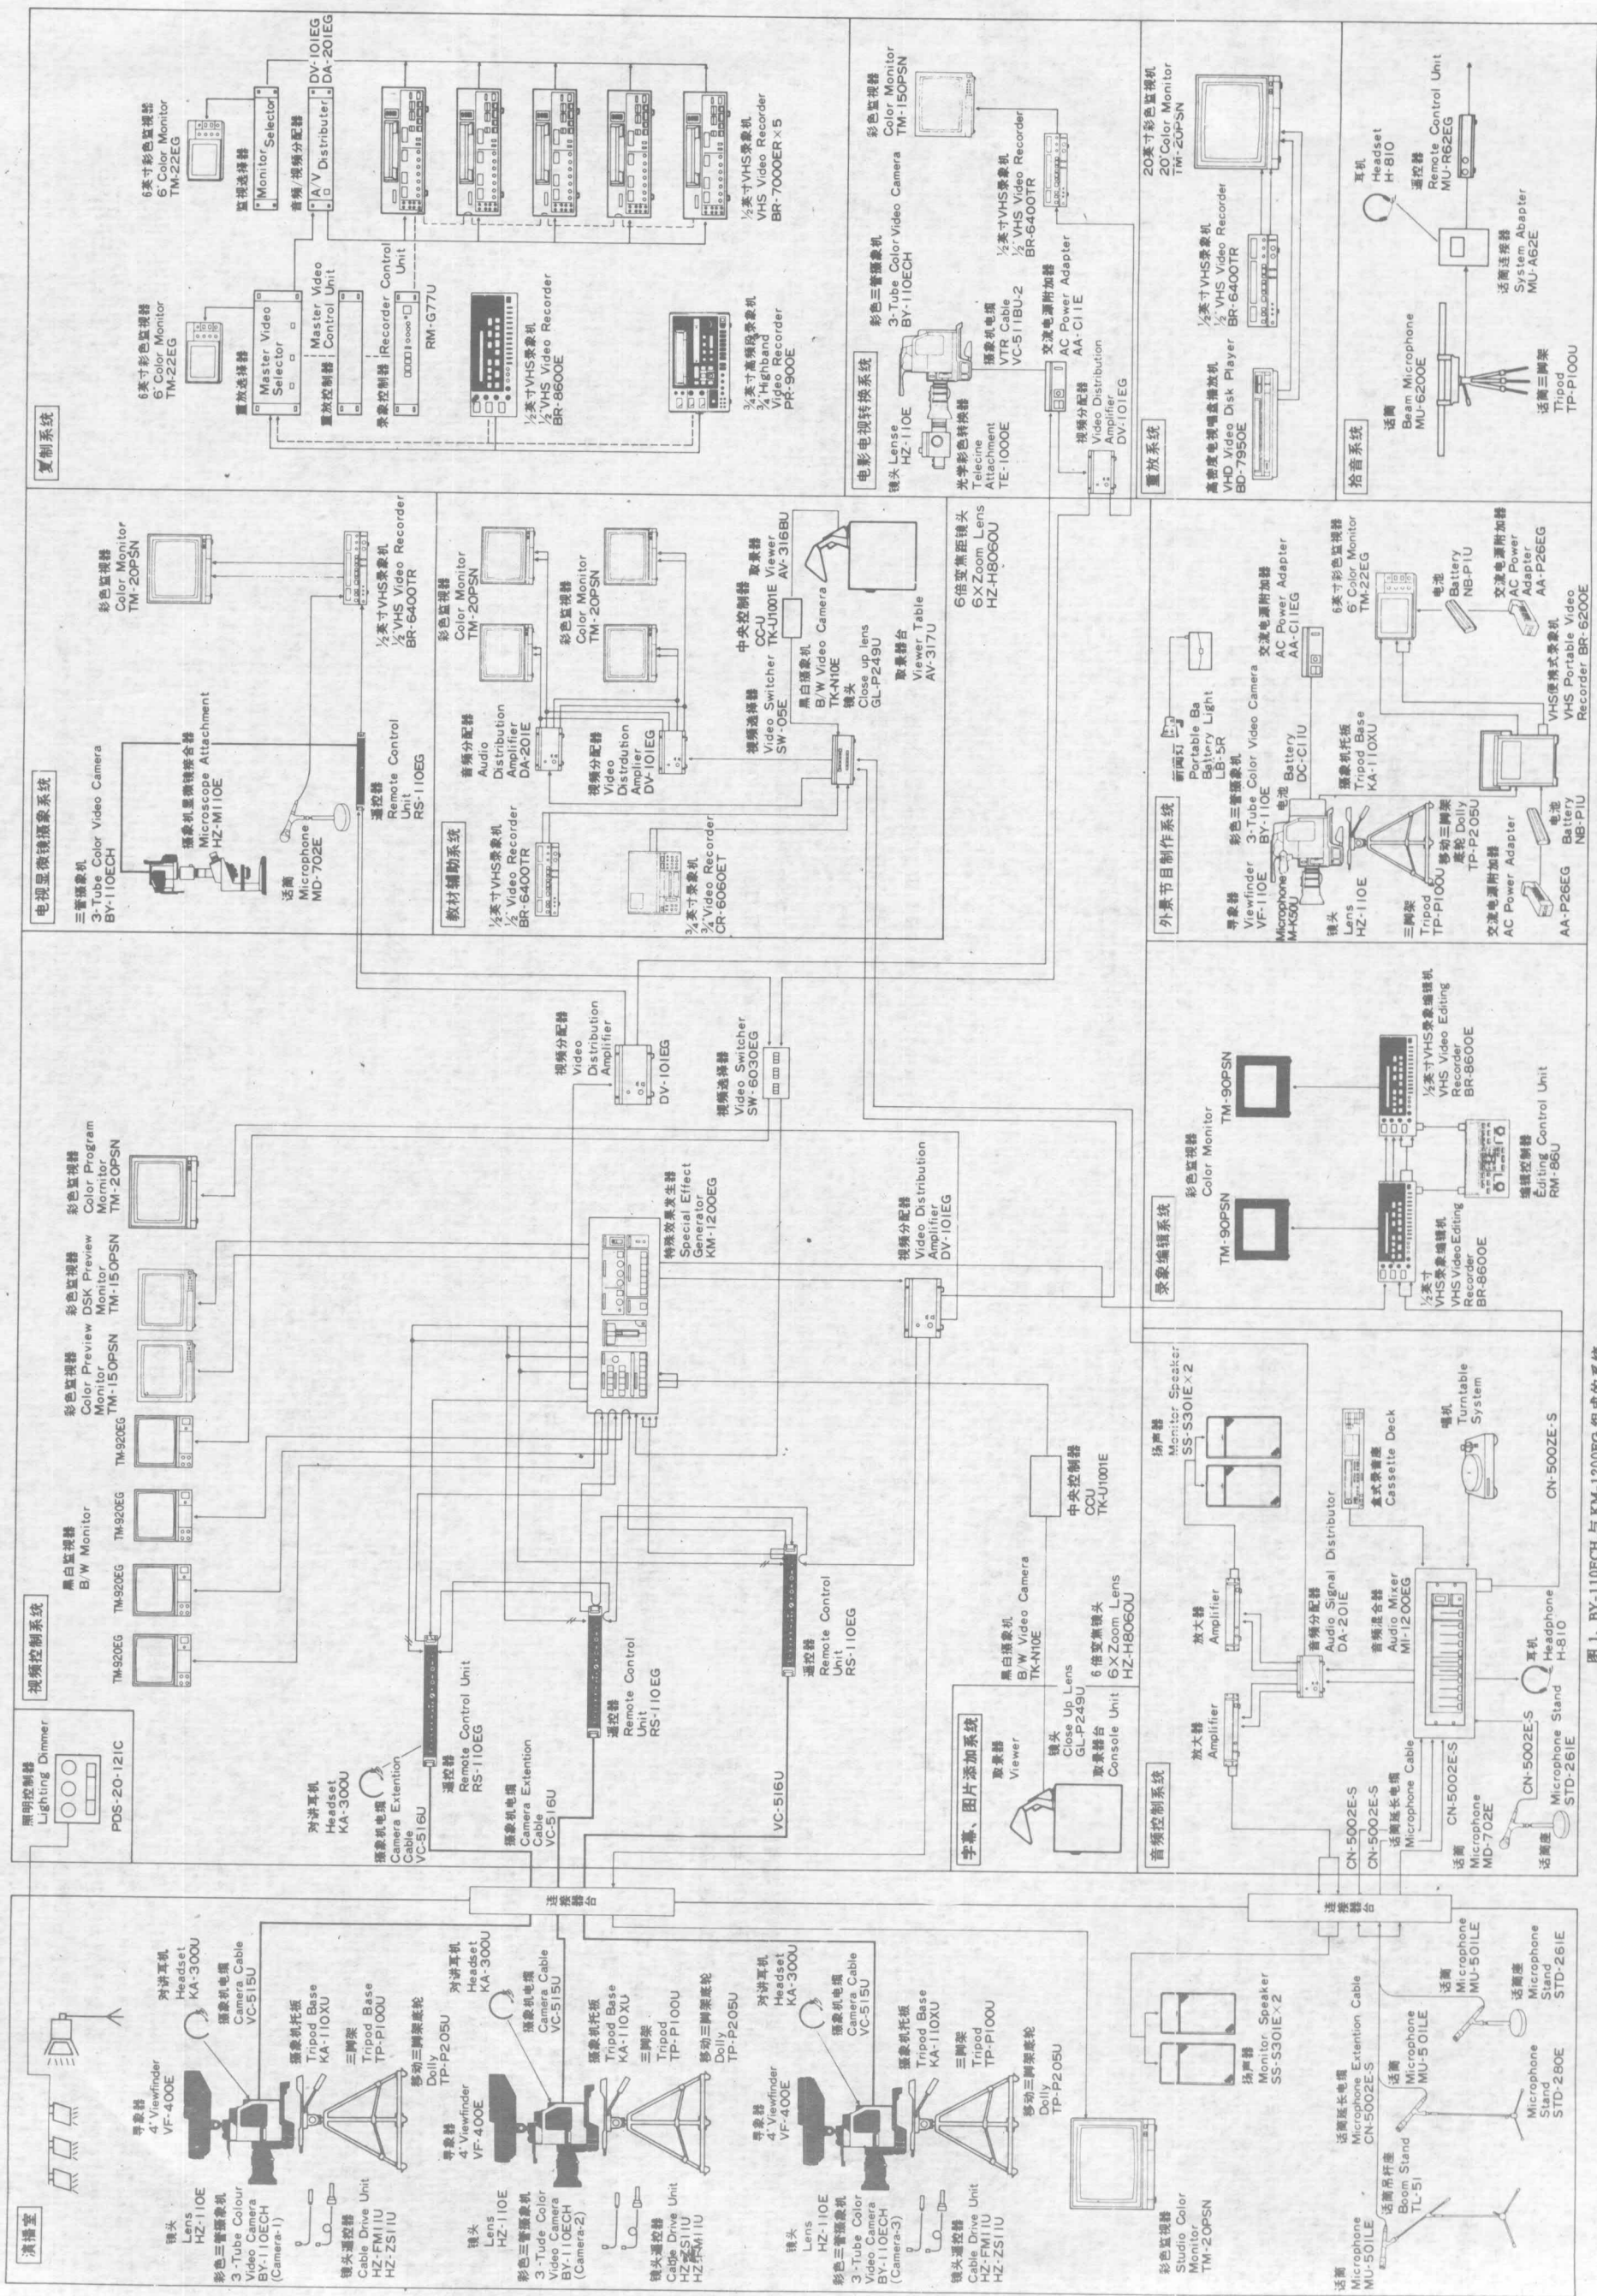

图 1. BY-110ECH 与 KM-1200EG 组成的系统
1. 由 JVC(胜利)公司 BY-110ECH 型彩色摄像机和 KM-1200EG 型特殊效果发生器等设备组成的演播室制作系统如第 8 页图 1 所示。
众所周知,用一只铁钉在强磁铁上摩擦,铁钉就会被磁化。若磁铁的磁性较弱,铁钉磁化不了,只要外加一个偏移磁场,铁钉也会被磁化,这就是“理想的非磁滞磁化过程”。接触印象法就是采用这种原理,把录有信号的母带和要复制的空白磁带的磁性面互相紧密相贴,然后加上交变磁场(偏移磁场),这样就将母带上的磁信号“转印”到空白带上了。图 1 (a) 是 磁 场强度 H 随时间 t 变化的曲线,其中 H_c 表示母带上的信号磁场, H_m 表示交变的偏移磁场。由于母带上的信号磁场很弱,不能直接进行转印,因此将偏移磁场叠加在信号磁场上一起记录到磁带上。但偏移磁场是交变的,极性在不断地变化,当磁带逐渐远离偏移磁场磁头时,偏移磁场逐渐减弱直至消失,只将信号磁场加在磁带上。图 1 (b) 是采用偏移磁场记录信号的磁化曲线,图中各点均与图 1 (a) 中各点相对应。